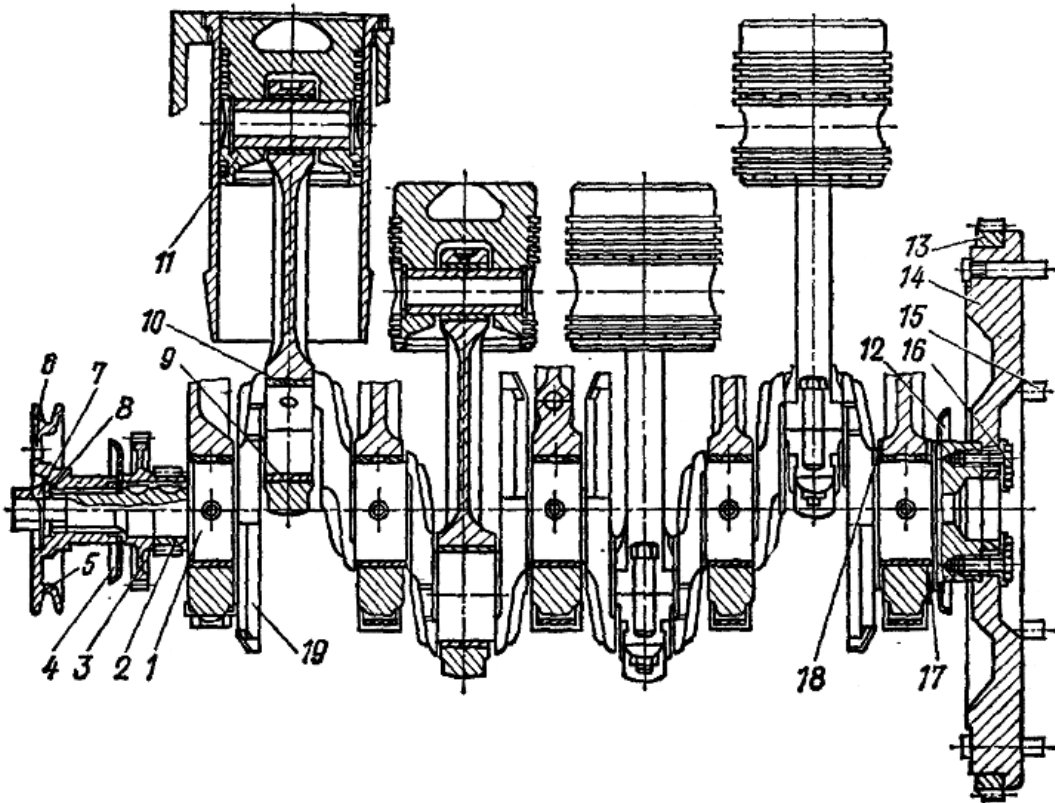

Рисунок 11 - Кривошипно-шатунный механизм двигателя Д-240:
3. Изучите устройство поршня 11 (рисунок 11). Следует знать, что зазор между юбкой поршня и гильзой цилиндра холодного двигателя - 0,18...0,22 мм.